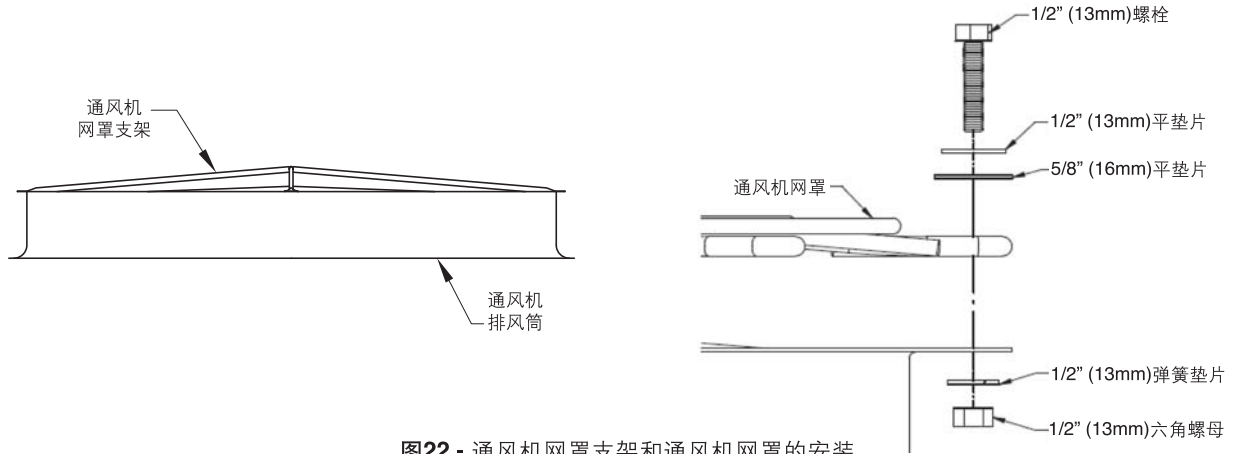

图22 - 通风机网罩支架和通风机网罩的安装
1. 将通风机网罩支架架在排风筒顶部（见图22）。
4. 把通风机网罩的每一个孔和排风筒上的孔固定在一起（见图22）。在支架与排风筒相接触的4个点上，用螺栓将支架、排风筒和通风机网罩连接在一起。